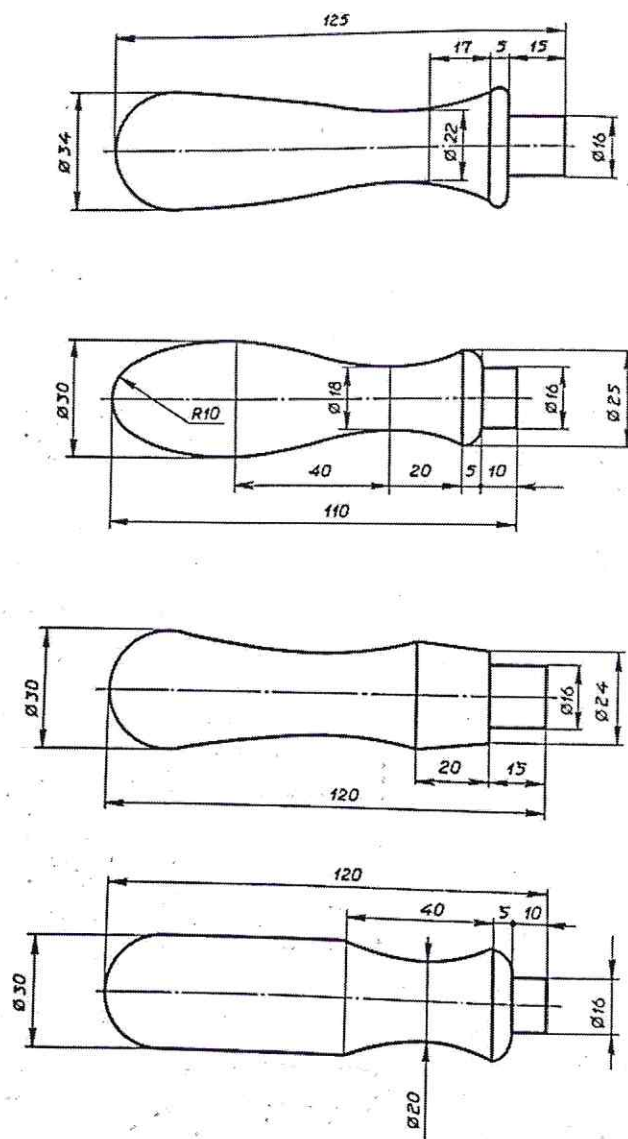

Рис. 1. Варианты исполнения ручки для инструмента
2. Форму ручки выберете из представленных ниже (Рис. 1).